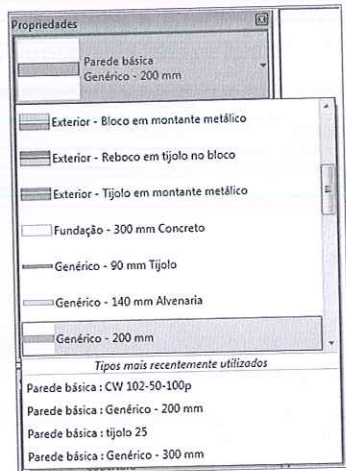

Figura 5.4 – Seleção de um tipo de parede.
3. Em seguida, devemos selecionar um tipo de parede entre as famílias disponíveis. Na janela **Propriedades**, clique no seletor de tipos ao lado de **Parede Básica**; uma lista de tipos é exibida (Figura 5.4). Vamos selecionar **Genérico – 200 mm** neste exemplo.